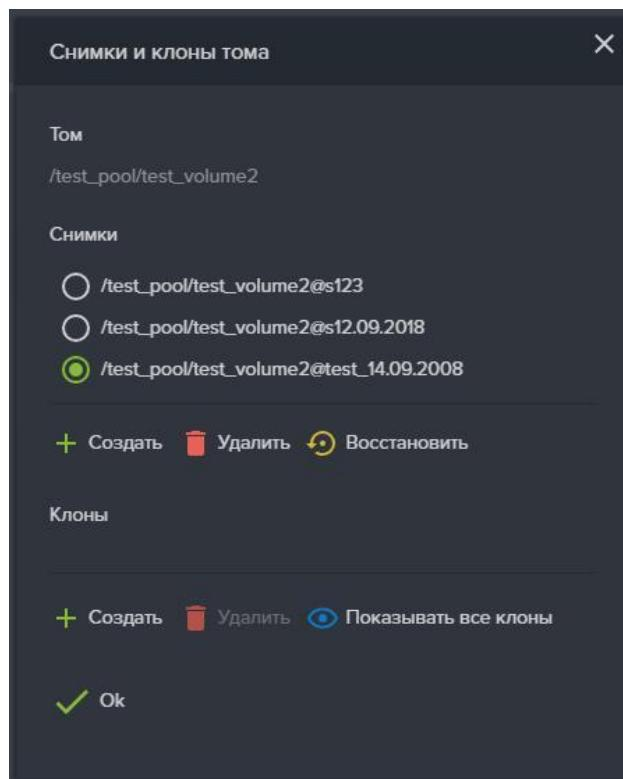

Рисунок 94. Окно снимков и клонов тома со списком снимков
- В области «Снимки» открывшегося окна выберите нужный снимок и нажмите на кнопку «Восстановить» (см. Рисунок 94);